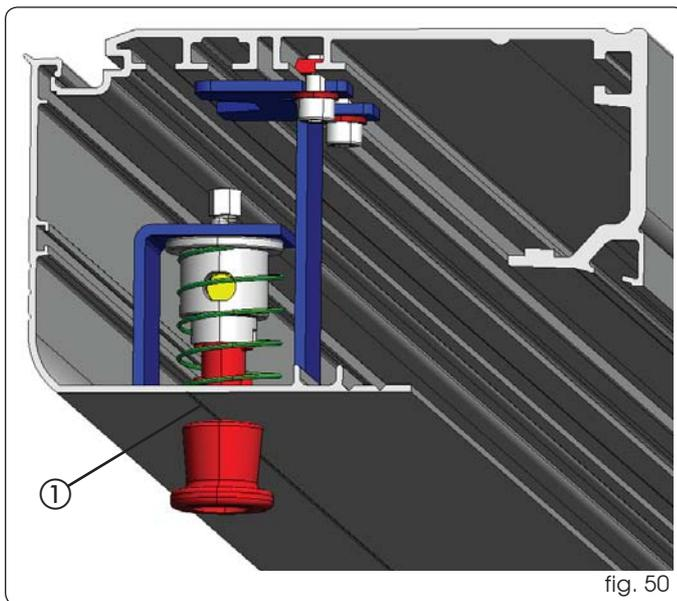

fig. 50
Pour faciliter le perçage, prendre comme référence la ligne de la fig. 50 réf. ①.